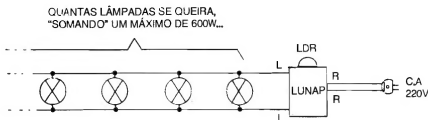

Fig.6
FIG. 5 - SUGESTÃO PARA "ENCAIXAMENTO" DA LUNAP... Muitas são as possibilidades de acabamento externo, e de acomodação do circuito num eventual **contêiner**, de modo a dar uma "cara" realmente profissional à montagem... A figura mostra um dos possíveis **lay outs** gerais, a partir de uma caixa plástica padronizada, nas convenientes dimensões, com o LDR posicionado, externamente, no topo da dita caixa, nas convenientes dimensões, com o LDR posicionado, externamente, no topo da dita caixa, protegido pela campânula translúcida (ver OPCIONAIS/DIVERSOS, na LISTA DE PEÇAS...), e com a barra de 4 conectores parafusáveis (destinados às ligações à rede e à lâmpada...) numa das laterais (identificar direitinho cada um desses conectores, para que não surjam confusões perigosas, no momento da instalação final...). Se adotado o "jeito" sugerido na figura, para o acabamento da LUNAP, bastará posicionar a caixa junto a uma janela do local, de preferência do tipo **vitraux** (sem vedações opacas à luz proveniente do céu, lá fora...), e puxar as devidas fiações conforme indica a FIG. 4 (e, adiante, a FIG. 6...). Em alguns casos e instalações específicas, talvez seja mais prático ou conveniente colocar o sensor (LDR) afastado da caixa contendo o circuito principal... Isso pode ser feito, sem problemas, simplesmente "puxando-se" um par de cabinhos isolados, dos pontos F-F da placa até os terminais do dito LDR... Quanto a este, recomendamos sempre a cobertura por um difusor de material translúcido (branco, leitoso, semi-trans-
- FIG. 6 - COMANDANDO UMA "PORRADA" DE LÂMPADAS. - Dentro das máximas "wattagens" já indicadas, e dependendo da Tensão da rede local, não apenas uma, mas várias lâmpadas poderão ser facilmente controladas pela LUNAP... Basta que todas as lâmpadas sejam eletricamente "paralelas" e simultaneamente ligadas aos pontos L-L da placa (ou via conectores externos à caixa, como sugere a FIG. 5...). A "soma" de 300W em 110V ou - mais ainda - o total de 600W em 220V, proporcionam uma razoável Potência luminosa final, suficiente mesmo para grandes áreas externas, diversos corredores, halls internos de boas dimensões, etc. Apenas uma recomendação: se a Potência requerida estiver nas proximidades dos limites máximos já mencionados, convém dotar o SCR (TIC 106D) de um pequeno dissipador de calor, fixando-a à lapele metálica do componente, e tendo o cuidado de não permitir que a estrutura metálica do dito dissipador toque qualquer outro ponto metálico do circuito, terminais de componentes ou conexões...